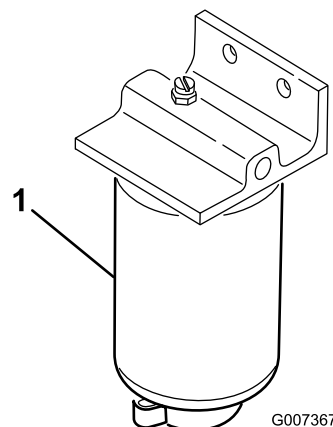

Figure 35
1. Placez un bac de vidange propre sous le filtre à carburant (Figure 35).